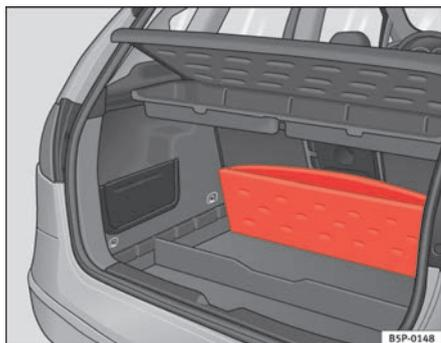

Fig. 105 Tampa do porta-bagagens dobrável
- Levantar o piso do porta-bagagens e dobrá-lo ao máximo para trás ⇒ fig. 105.